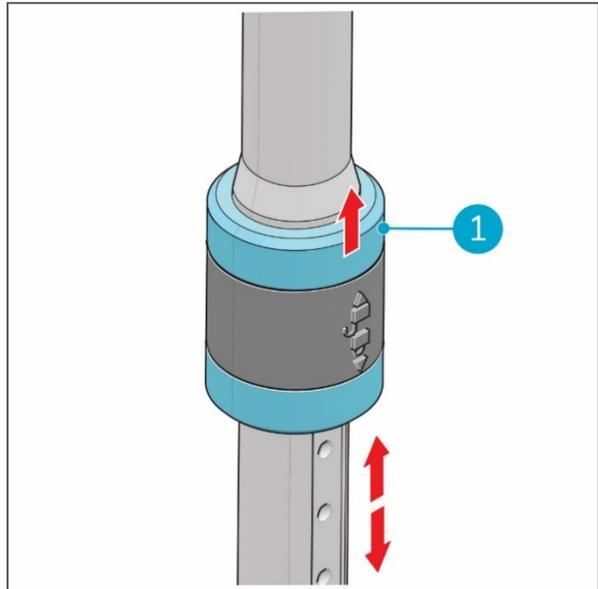

Figura 11
Tirare il colletto (Figura 11, pos. 1) sull'asta per sbloccarla, regolare la lunghezza dell'asta e rilasciare il colletto per bloccarla.